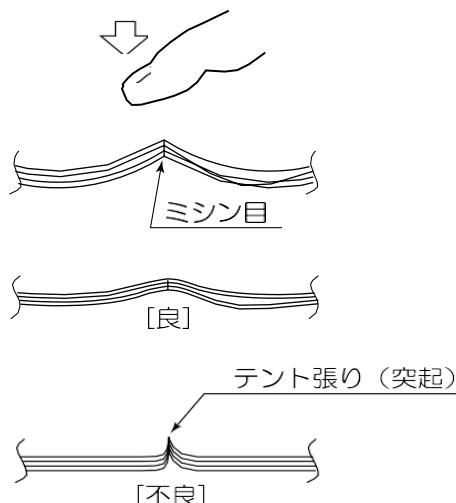

図 11 折り目のふくらみ限度
- 用紙を広げたあと、図11のように折り目を指で押しても折り目にできるふくらみ（テント張り）が残る用紙は使用しないでください。